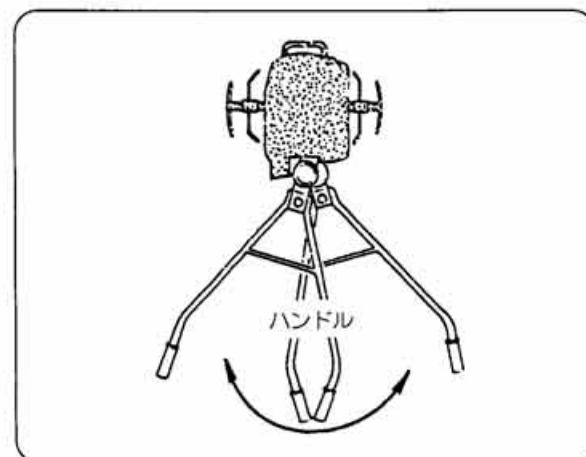

図20
2) 旋回のしかた (図20)
- ① 旋回または進路変更をするときはハンドルを振っておこないます。